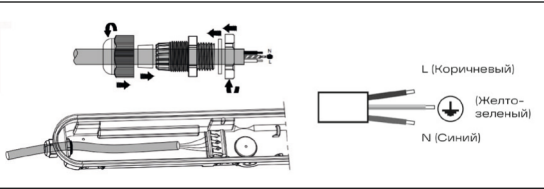

Рис. 4
- 5.15 Вставьте кабель в кабельный ввод и подключите к клеммному блоку (рис. 4).